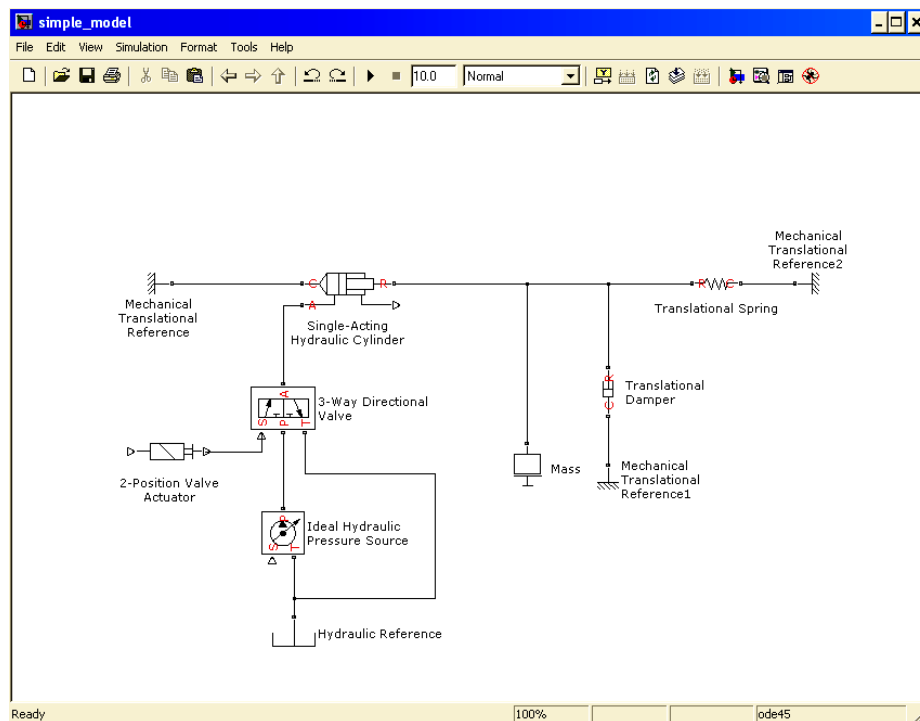

Figura 9 Elementele mecanice conectate la sistemul hidraulic
7. Pentru modelarea sarcinii mecanice se vor alege blocurile Mass, Translational Spring, Translational Damper, Mecanical Translational Reference din Open the Simscape > Foundation Library > Mecanical > Translational Elements library. Aceste elemente se vor conecta conform figurii Figura 9